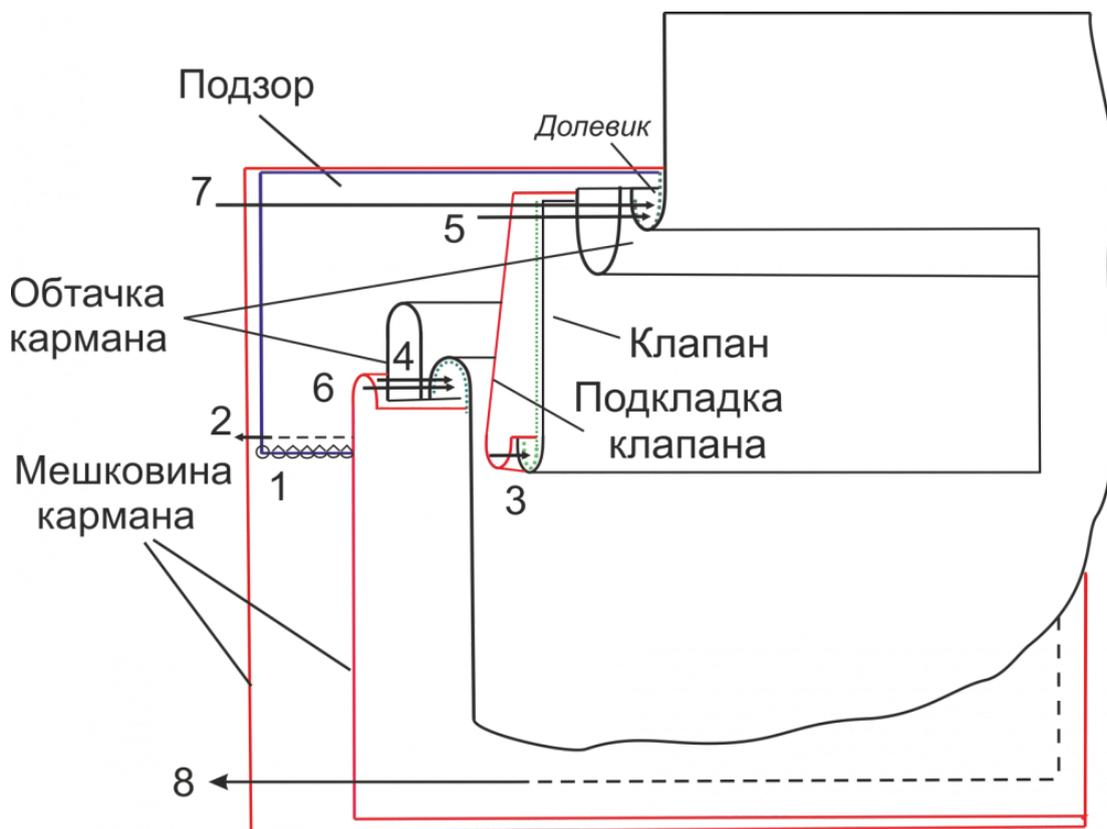

Рис. 5
9 Притачайте детали мешковины к припускам шва притачивания обтачек (стр. 6 и 7, рис. 5)
- 10 Стачайте детали мешковины кармана (стр.8, рис.5)